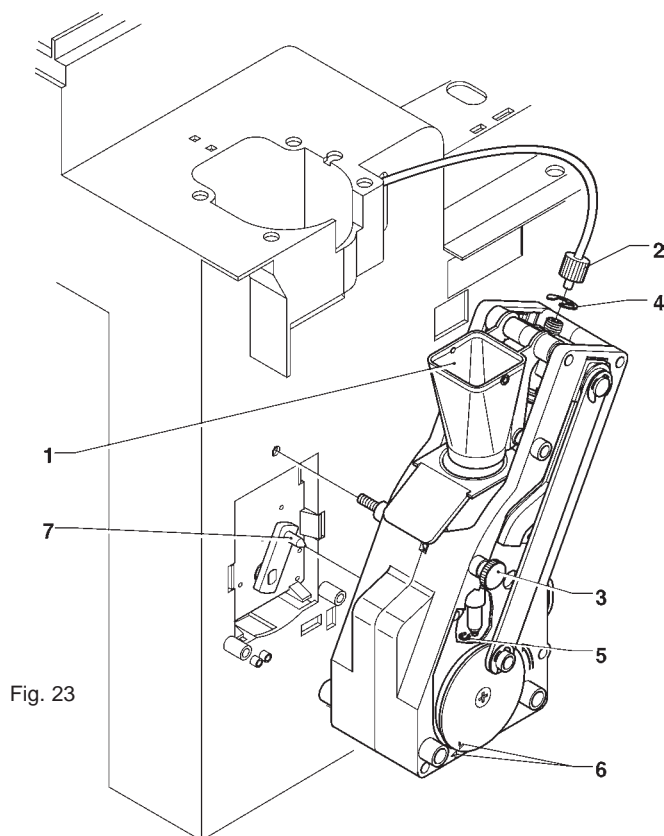

Fig. 23
- desconectar del pistón superior el tubo de teflón que conecta la caldera, teniendo cuidado en no perder la guarnición (ver Fig. 23);
- Desmontar el embudo del café (ver Fig. 23);